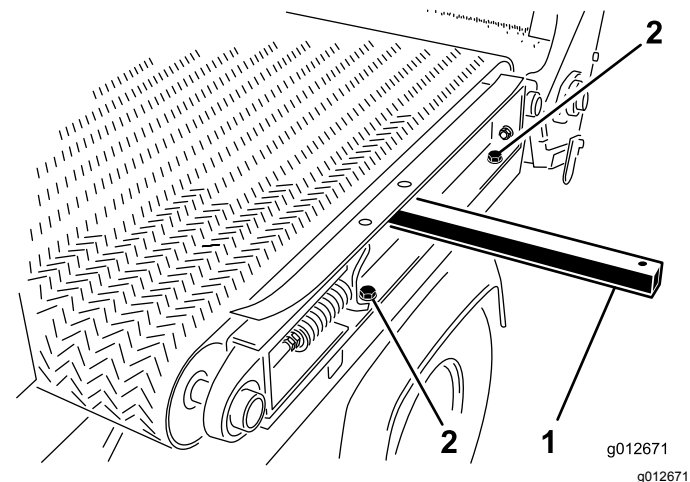

図 34
5. 装置左側で、スライダフレームレールを左側フェンダに固定しているキャップスクリュ2本とワッシャ2枚をゆるめる図 34。
1. 左側スライダフレームレールの穴に吊り上げ棒角パイプなどを指し込んで、フレームレールを少しだけ持ち上げる図 34 スライダベッドを分解する (ページ 23)を参照。